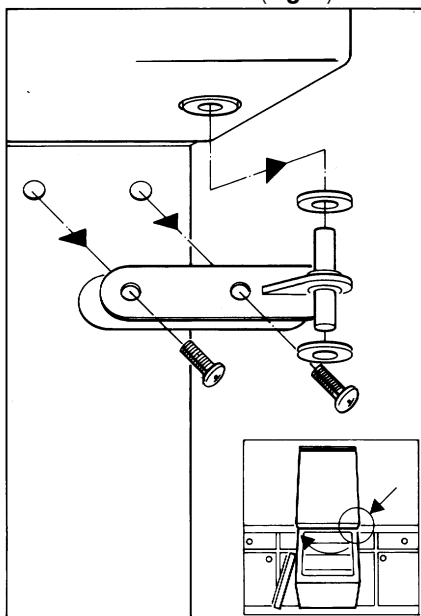

Fig. 5
- ☐ Schroef het middenscharnier los; verwijder de deur van de koelruimte door hem naar beneden te schuiven (**Fig. 5**).